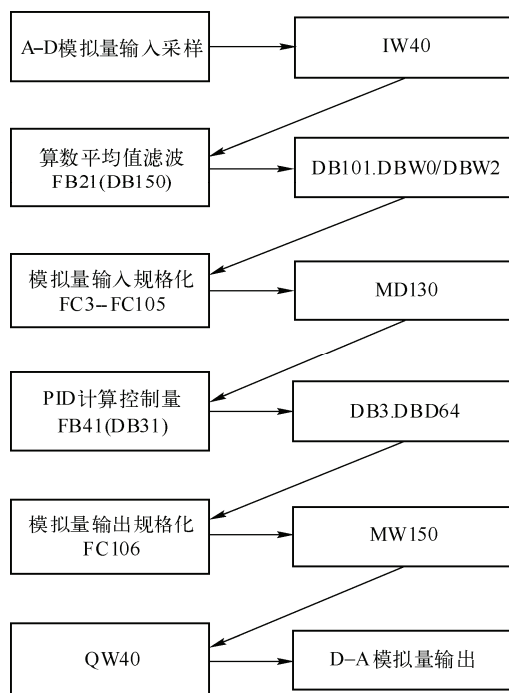

图 17-11 模拟量处理过程
6) 模拟量处理程序。整个模拟量处理过程包括模拟量输入的采样、算数平均值滤波、模拟量输入规格化、PID 计算控制量、模拟量输出规格化以及模拟量输出。以 1#集水站的模拟量处理为例，处理过程如图 17-11 所示。